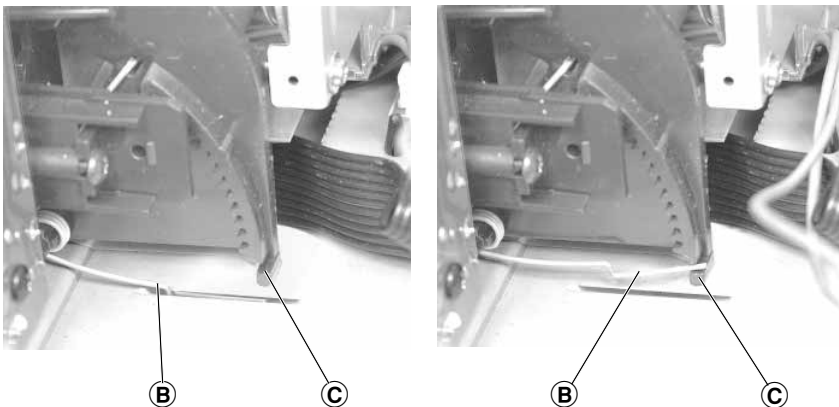

Fig. 3
- Cassettendeckel-Drehfeder (B) über den Zapfen (C) (Fig. 3) einhängen.
- Attach the cassette lid torsion spring (B) to the lug (C) (Fig. 3).